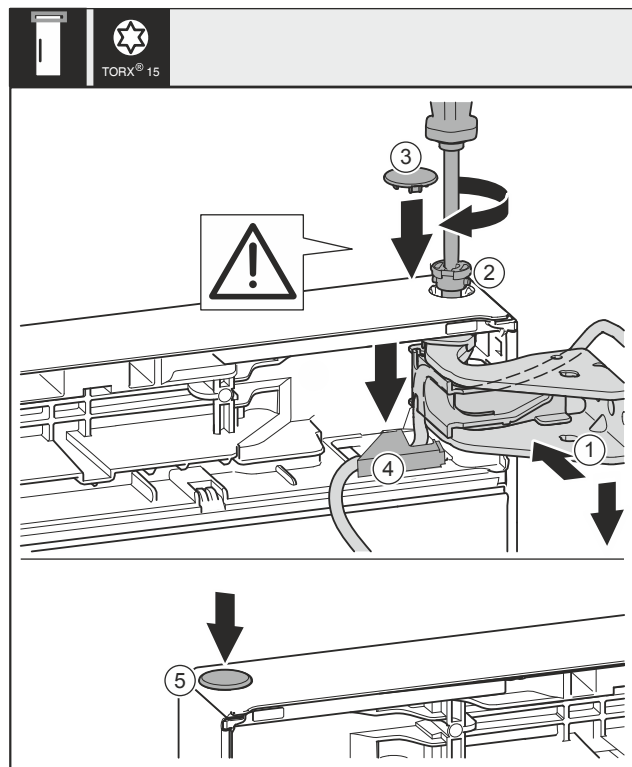

Fig. 44
- Alinee la puerta en la parte superior con el orificio en el soporte del cojinete Fig. 44 (1).
- Inserte el perno Fig. 44 (2) y apriételo con un destornillador.
- Monte la cubierta de seguridad para asegurar la puerta: Introduzca la cubierta de seguridad Fig. 44 (3) y compruebe que se apoya en la puerta. De lo contrario, inserte los pernos completamente.
- Inserte la cubierta Fig. 44 (4) y presiónela hacia abajo hasta que encaje en su sitio.
- Inserte el tapón Fig. 44 (5).